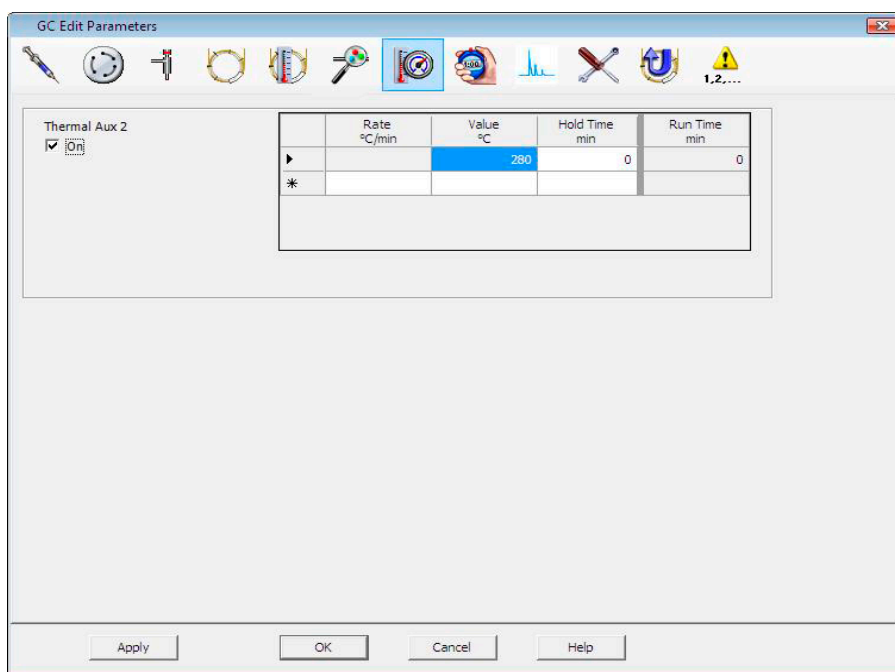

図 9 インターフェイス温度の設定
- 2 [Aux] アイコンをクリックしてインターフェイス温度を編集します (図 9)。この例では、GC/MS インターフェイス温度は Thermal Aux 2 に設定されています。